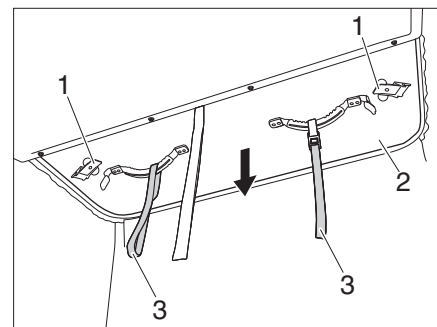
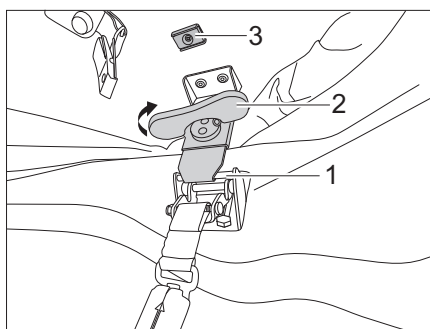

Figure 15 Tirer le toit relevable vers le bas
Figure 16 Serrer le verrouillage
- ▷ Pour éviter toute détérioration de la toile de tente, fixer le levier de fermeture (Figure 15,1) à l'aimant en haut (Figure 16,3).
- ▷ Avant le trajet, vérifier que les leviers de fermeture des dispositifs de verrouillage (Figure 16, 1) à gauche et à droite sont correctement tendus. Si nécessaire, ajuster le verrouillage selon les instructions du fabricant.
- Contrôler si les verrouillages sont fixés par les aimants (Figure 16,3).
- En regardant vers le capot, tirer **lentement** le toit relevable (Figure 15,2) vers le bas par les dispositifs de traction (Figure 15,3) et observer si le soufflet en tissu se rabat proprement vers l'intérieur.
- Détacher le levier de fermeture (Figure 15,1) de l'aimant (Figure 16,3) et l'accrocher dans le verrouillage (Figure 16,1).
- Tourner la poignée tournante (Figure 16,2) du verrouillage dans le sens des aiguilles d'une montre jusqu'à ce que le verrouillage soit fixé.
- Rabattre la poignée tournante (Figure 16,2) vers le haut.
- ▷ Si le levier de fermeture (Figure 15, 1) présente un jeu trop important et que le toit relevable ne se ferme pas correctement, il est possible d'ajuster le dispositif de verrouillage, voir chapitre 12.3.2.